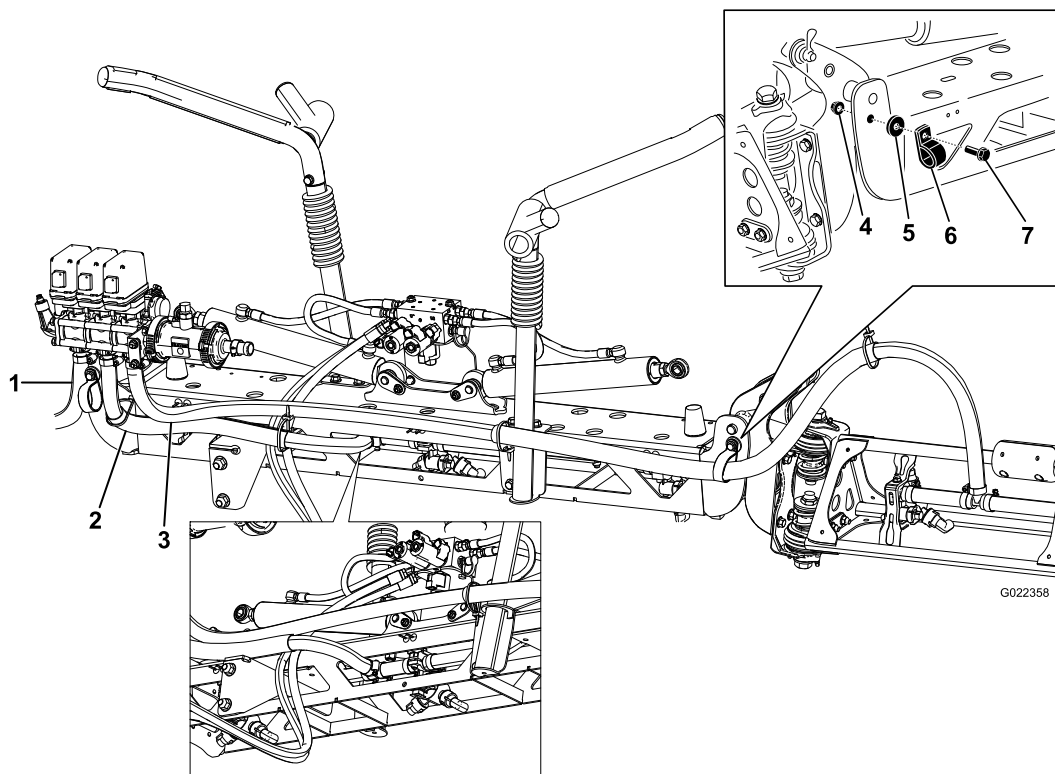

Figura 23
1. Oriente as tubagens da rampa conforme ilustrado em Figura 23.
Nota: Prenda as tubagens e as braçadeiras R com um parafuso de cabeça longa, uma anilha e uma porca conforme ilustrado em Figura 23.